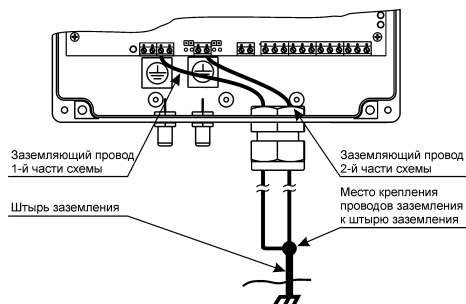

Рисунок 22 - Подключение заземляющих проводов к устройству заземления
- Подключите защитное заземление с помощью клемм, расположенных на плате управления извещателя (см. Рисунок 2, Рисунок 22 и Таблицу 3).